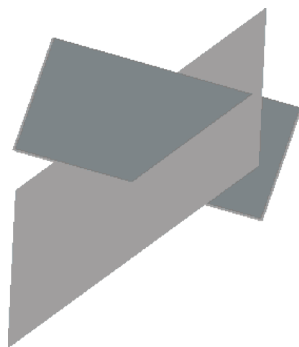

图 10-30 用基准平面修剪曲面
STEP 04 单击“完成”按钮，即可使用基准平面修剪曲面，效果如图 10-30 所示。